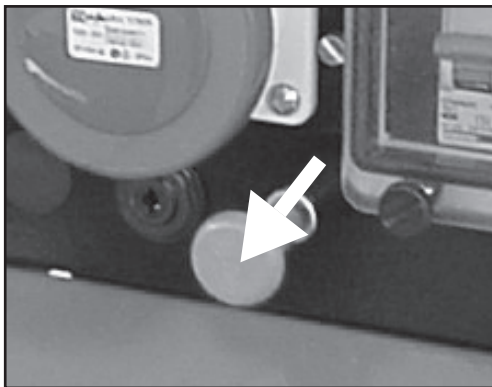

Fig. 8
3) Versión P9000 – WP230: Tirar del pomo situado en el tablero de control (ver fig.8); esperar a que el motor se apague del todo; devolver la llave a la posición "OFF".